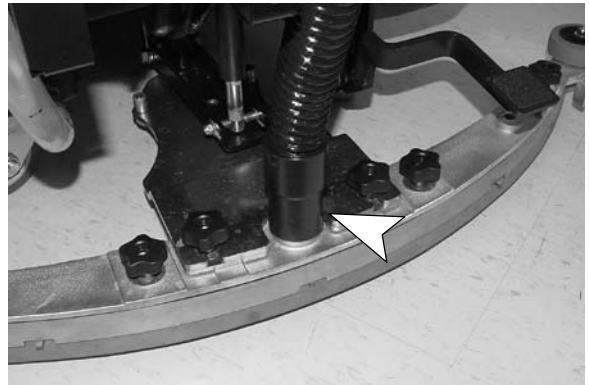

FIG. 6
- Branchez le tuyau d'aspiration de la machine sur le bloc de racloir (Figure 6).